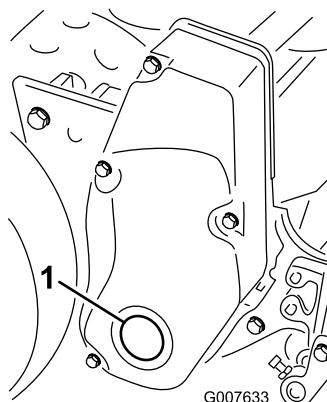

Figura 57
- Retire a vela na cobertura da transmissão do cilindro direito (Figura 57).